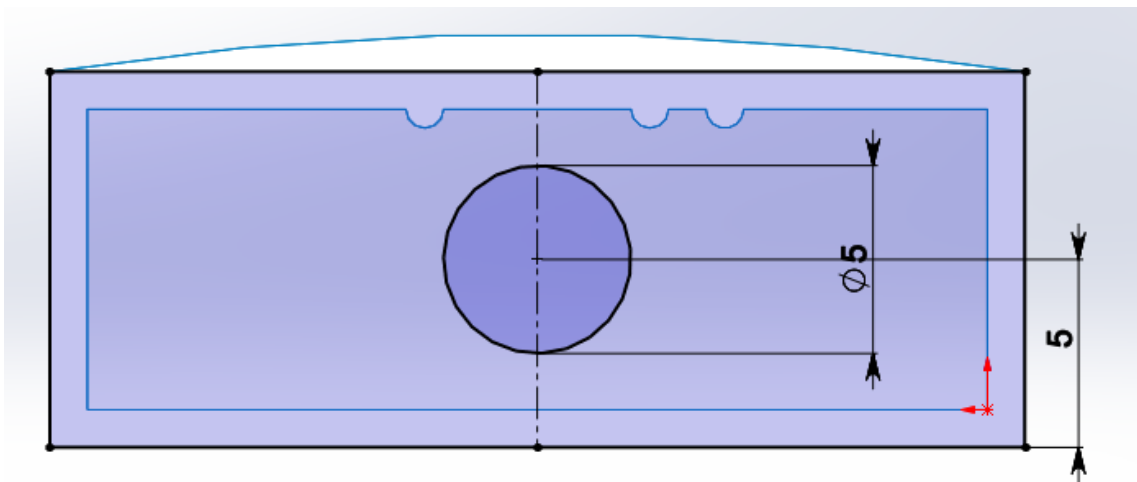

Рис. 15. Построение эскиза
16. На новой плоскости (без дуги сверху) создаем эскиз (рис. 15). После этого можно закрыть редактор эскиза, нажав иконку  в верхнем правом углу окна просмотра модели.